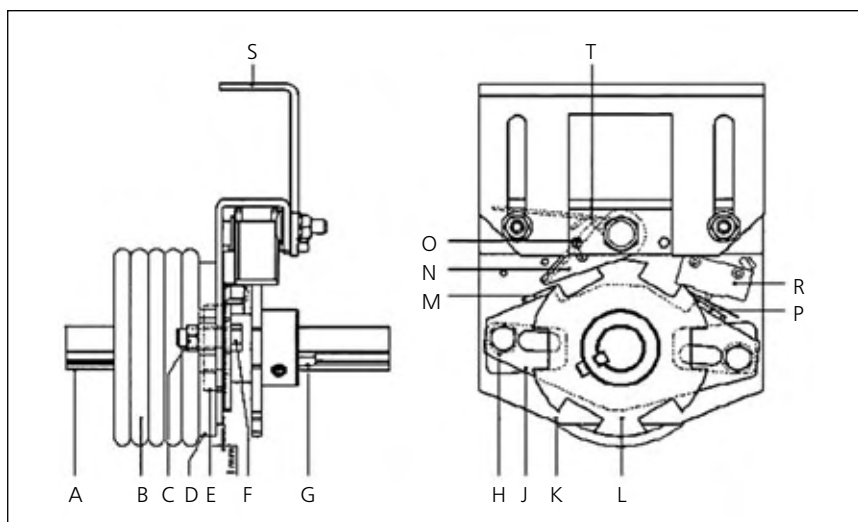
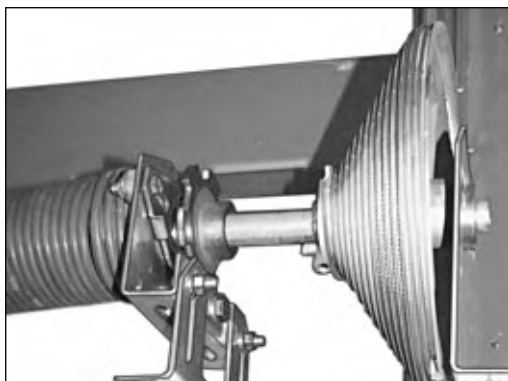

Рис. 41
Рис. 42
Рис. 41а.
При расположении оси вала ворот от поверхности установки муфты на расстоянии более 86 мм храповые муфты применяются совместно с дополнительным кронштейном. Схема установки кронштейна показана на рис. 41 (поз. S) и рис. 42. Кронштейн храповой муфты и дополнительный кронштейн соединяются между собой при помощи двух болтов M10 и гаек с буртиком.
- выставить и закрепить на валу зубчатое колесо (L) при помощи установочных винтов. Венец колеса должен быть расположен симметрично относительно продольной оси защелки (N).
При использовании электропривода установить микровыключатель (R), отключающий электропривод при поломке пружин. Микровыключатель закрепляется винтами к кронштейну храповой муфты (K) (рис. 41, 43 и 49) таким образом, чтобы при срабатывании предохранительного устройства выступ (P) соединительной пластины (J) воздействовал на концевой выключатель. Вместе с тем положение микровыключателя должно быть выбрано так, чтобы соединительная пластина при полном ее повороте не касалась корпуса микровыключателя.